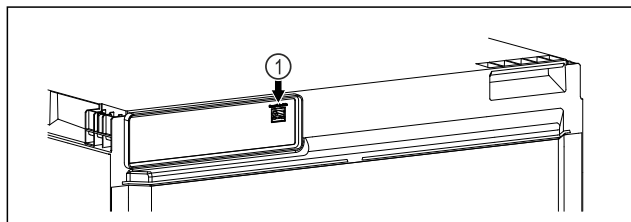

Fig. 28
- ☐ SmartModule Fig. 28 (1) è inserito.